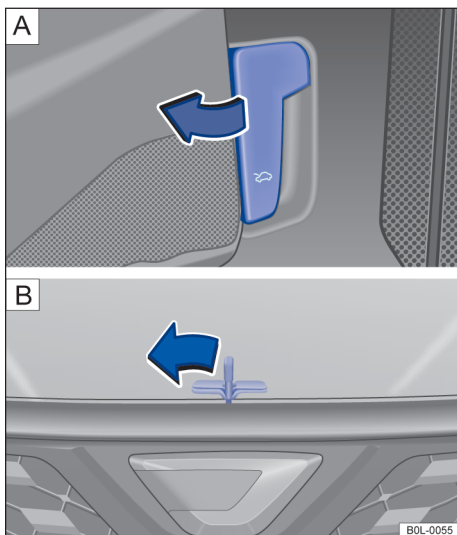

图 125 A 驾驶员侧脚部空间内：发动机舱盖的解锁手柄；B 散热器格栅上方：发动机舱盖解锁拨杆
- 打开发动机舱盖前，要确保前风窗玻璃刮水器臂贴合在前风窗玻璃上 → ①。
- 打开驾驶员侧车门，沿箭头方向拉动解锁拨杆（取决于车型装备，解锁拨杆上可能印有符号 ☞）→ 图 125 A。发动机舱盖在弹簧力作用下从前围支架的锁止装置中弹出 → ②。
- 沿箭头方向拨动散热器格栅上方的解锁拨杆 → 图 125 B 并上抬发动机舱盖。